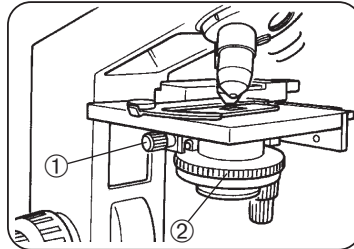

Abb. 16
(Abb. 16 & 17)
1. Den Kondensator durch Drehen des Knopfes für die Kondensatorbewegung ① auf die höchste Position anheben (Abb. 16).
- ⊙ Wenn das Sehfeld ungleichmäßig erscheint, kann der Kondensator durch Drehen des Knopfes für die Kondensatorbewegung ① abgesenkt werden, bis das Sehfeld gleichmäßig ausgeleuchtet ist.
Meistens erhält man ein gutes Bild durch Einstellen der Irisblende auf ca. 80%, wie in Abb. 17 gezeigt. Diese Einstellung muß nach jedem Objektivwechsel neu vorgenommen werden (Abb. 16).